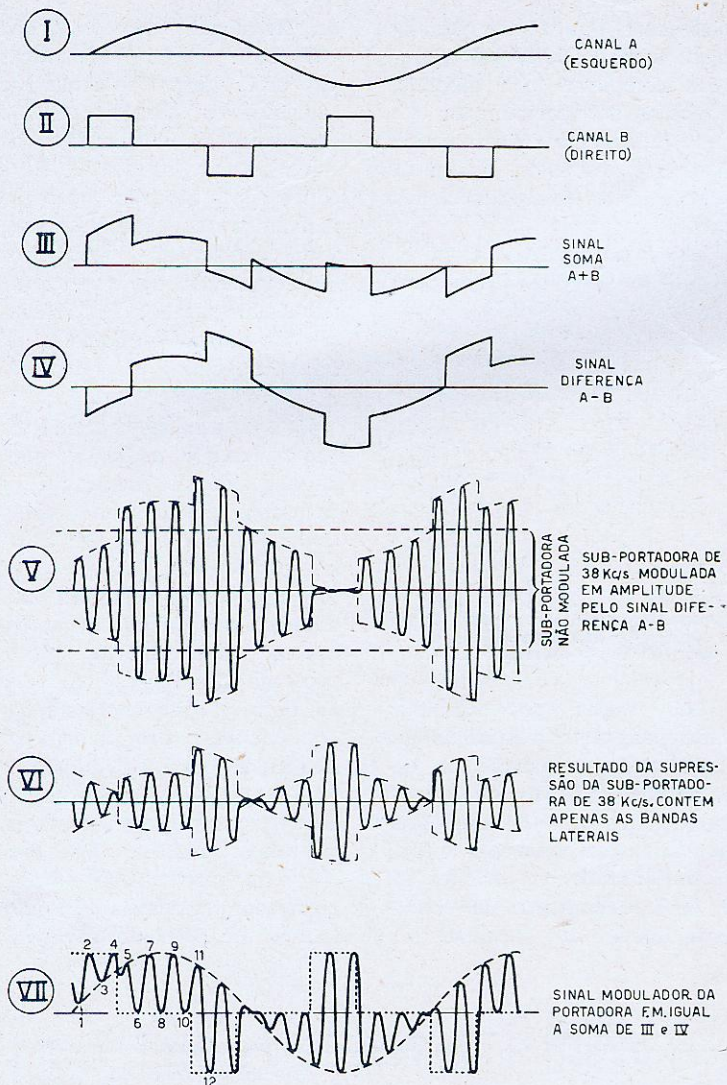

Figura 7
Diagrama completo da secção de áudio de um transmissor F.M. de estereofonia em multiplex. Os números romanos referem-se às formas de onda ilustradas na figura 7.
gura 6 é o diagrama em blocos do transmissor, enquanto a figura 7 ilustra as formas de onda nos diversos pontos do circuito. Os sinais esquerdo (A) e direito (B) são amplificados e filtrados separadamente antes de sua introdução na matriz. Esta proporciona os programas monofônico (A+B) e estereofônico (A-B), cujas respectivas formas de onda estão ilustradas nas linhas III e IV da figura 7.
que produz bandas laterais acima e abaixo da frequência da sub-portadora (38 Kc/s). Se o modulador fôsse do tipo comum, sua saída teria o aspecto da figura 7-V, porém, como se trata de um circuito balanceado, a supressão é feita automaticamente, e a onda resultante é a da figura 7-VI. A portadora de 38 Kc/s que alimenta o modulador provem de um oscilador-dobrador, cuja frequência é controlada pelo sinal de outro oscilador de 19 Kc/s. Este último é um
As bandas laterais obtidas do modulador são finalmente somadas ao sinal A+B num adicionador, resultando a forma de onda vista na figura 7-VII. Esta última contém tanto a informação referente ao canal A como a do canal B; com efeito, traçando-se a envoltória dos picos pares da onda (2, 4, 6 etc...), conforme indicado pela linha pontilhada, obter-se-á o sinal original do canal B (direito). A envoltória dos picos ímpares da onda composta (1, 3, 5, 7, etc.), traçada em linha tracejada, fornece o sinal original do canal A (esquerdo).